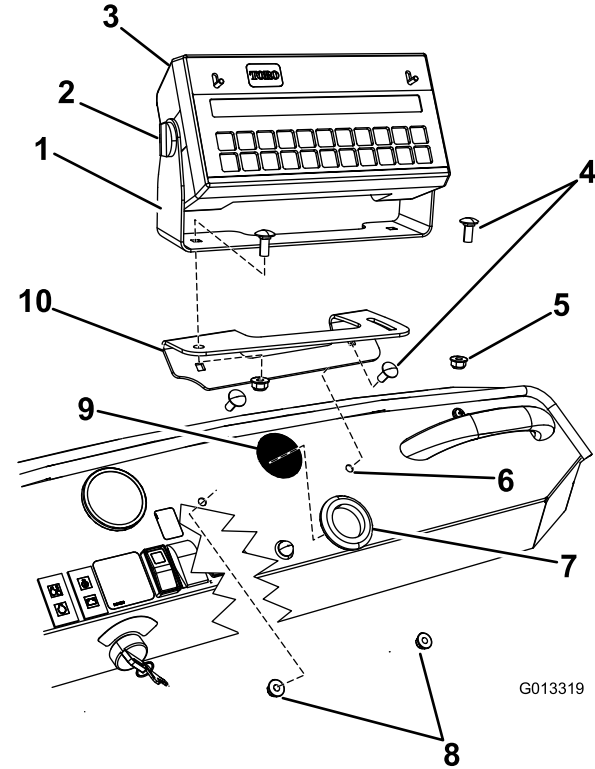

图2
- 从散装零件中找到带曲线槽的安装架。如 图2 所示，用两个托架螺栓 (5/16 x 3/4 英寸) 和两个锁紧螺母 (5/16 英寸) 将支架固定到仪表板上。
- 借助两个手动旋钮（图2）将电脑控制台装配到转动支架上。
- 将控制台电脑组件放到安装架上。用两个托架螺栓（5/16 x 3/4 英寸）和两个锁紧螺母（5/16 英寸）将转动支架固定到已安装的支架上，如图2 中所示。此时，用手指拧紧紧固件。